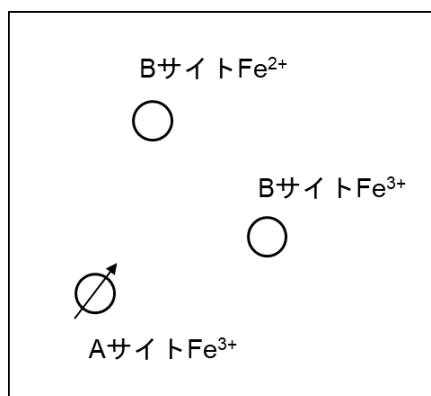

図 11 マグネタイトの鉄イオンの配列の一部分
問題 13 (2) 図 11 にマグネタイトの鉄イオンの配列の一部分を示す。図 9b とほぼ同じ方向からの投影図であり、枠線は単位格子とほぼ同じサイズである。鉄イオン間の酸化物イオンは省略した。A サイトの  $\text{Fe}^{3+}$  のスピンの向きが図のようになっているとする。解答用紙の図に残りの鉄イオンのスピンの向きを矢印で示せ。